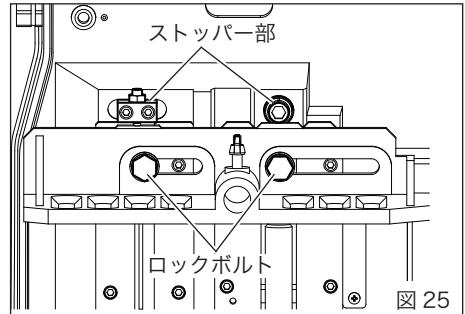
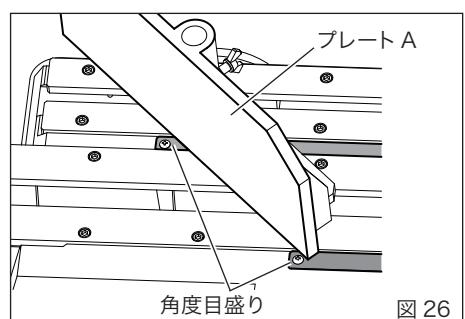
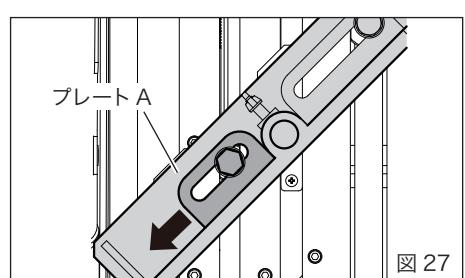

図25
図26
図27
3. プレートAの角度変更(図25～図27)
②プレートAのロックボルト2ヶ所を付属のソケットレンチで緩めます。(図25)
③プレートAを切削したい角度目盛り(図26)に合わせ、プレートAの長穴とボルトの位置は図27の位置にします。ロックボルトをしっかりと締め付けます。
④前項の方法で切削材料を固定してください。
①プレートAの蝶ねじを緩め、上クランプを取り外してください。
②プレートAのロックボルト2ヶ所を付属のソケットレンチで緩めます。
③バイスのストッパー部とプレートAのストッパー部に付着している切粉やゴミを除去してください。(図25)
④バイスのストッパー部とプレートAのストッパー部が密着するまでプレートAを動かしてください。
⑤バイスノブを回し、プレートBをプレートAに軽く当ててください。
⑥プレートAのロックボルト2ヶ所を付属のソケットレンチでしっかりと締め付けてください。
②ベース前面右側にあるスイッチを ON にし、ノコ刃を回転させます。
③ノコ刃が十分に回転速度を上げてからバルブレバーを1目盛りのところまで回し、切断材料にノコ刃を5秒間ゆっくりと当ててください。(図 26)